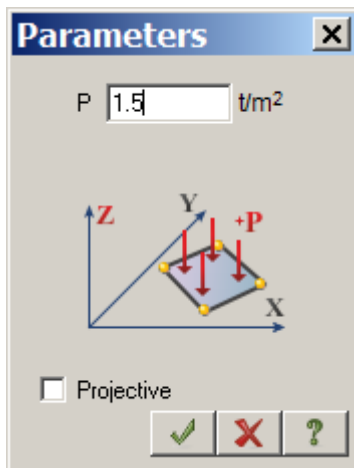

Figure 4.24 Load parameters dialog box
- ⇒ In the **Load parameters** dialog box specify $P = 1.5 \text{ t/m}^2$ (see Fig.4.24).